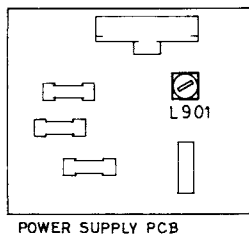

Fig. 3-a
2. Brancher l'oscilloscope sur les bornes LINE OUT. Ajuster la bobine oscillante L901 de la plaquette d'alimentation jusqu'à ce que la perte de courant porteur de prémagnétisation soit réduite au minimum (régler l'oscilloscope sur 10  $\mu$ s). (Fig. 3-a.)
3. Ajuster ensuite la bobine de filtrage L101 pour le canal de gauche (L102 pour le canal de droite) sur le circuit de reproduction jusqu'à ce que le courant de fuite soit réduit au minimum. (Fig. 3-b.)